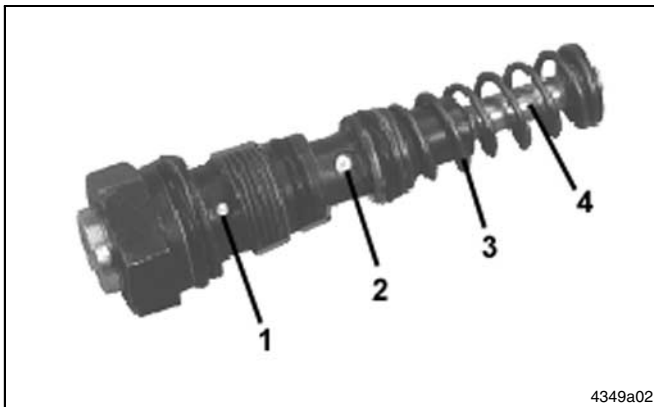

Fig. 5 Elemento de bombeo
Durante el tiempo de operación, el pistón (fig. 5, pos. 4) aspira lubricante vía el orificio de aspiración (fig. 5, pos. 2) del cartucho y lo suministra por el orificio (fig. 5, pos. 1) hacia el punto de lubricación conectado. Una válvula de retención integrada impide el retorno del lubricante hacia el cartucho.